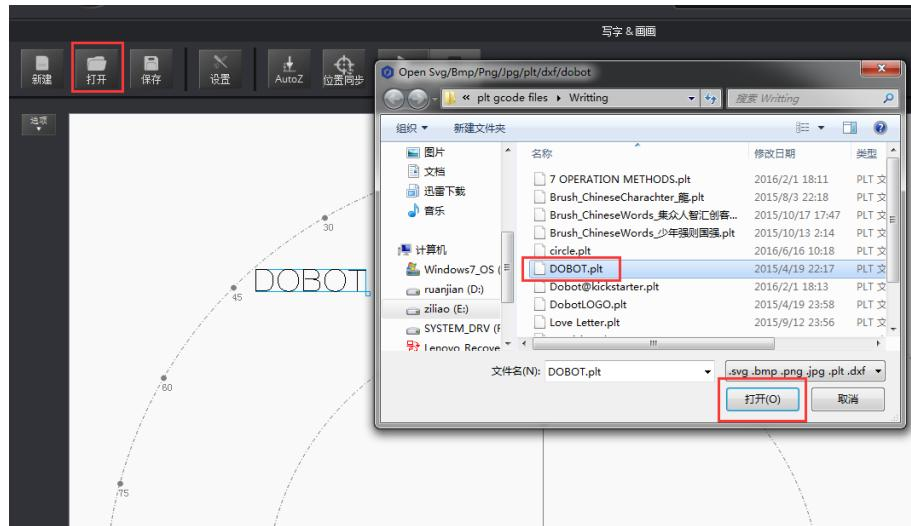

图 5.69 打开制作的 PLT 或 SVG 文件
- 在“写字&画画”页面单击“打开”，在系统自带的文件路径“安装目录\DOBOTStudio\config\prefab\system\source”导入PLT或SVG文件。如图 5.69所示。您也可以自行制作PLT或SVG文件来导入DobotStudio软件。